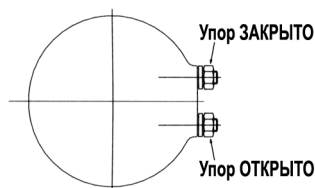

Рис.4 Вид на электропривод сверху
4.2. Настройка механических упоров (Рис. 4)